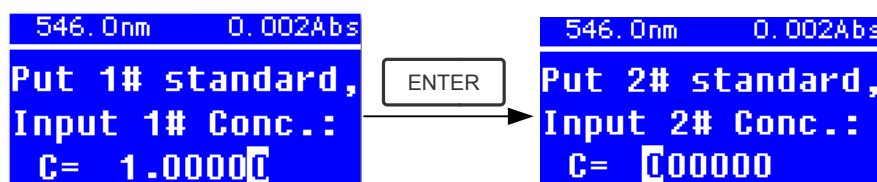

Fig. 4-10
- Placer la cuve de l'échantillon n° 1 dans le porte-cuve et entrer la valeur de concentration avec les flèches puis presser **Error! Objects cannot be created from editing field codes.** pour confirmer. Le système ira directement sur le menu suivant. (Fig.4-10)